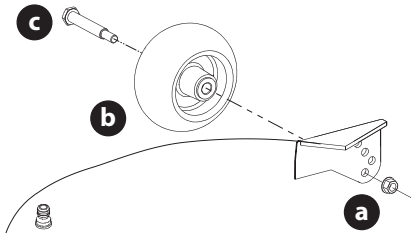

Figure 12
- Retirez le l'écrou de blocage (a) la roulette de terrage (b) et la vis à épaulement (c) du plateau (Figure 12).